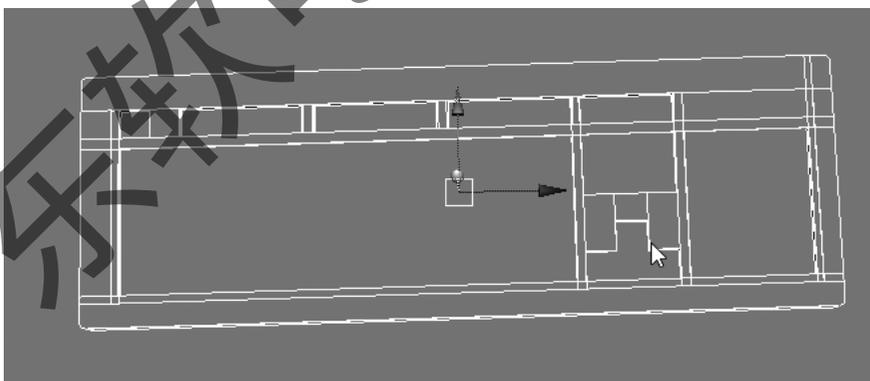

图 4-39 键盘轮廓
Step 1: 创建一个方形,将形状调节的近似于键盘的大小,在键盘的底座上添加线 Edit Mesh→Insert Edge Loop Tool 将其按照键盘的分区添加线,划分好区域,并通过面挤压 Edit Mesh→Extrude 工具,为底座添加凹槽,如图 4-39 所示。